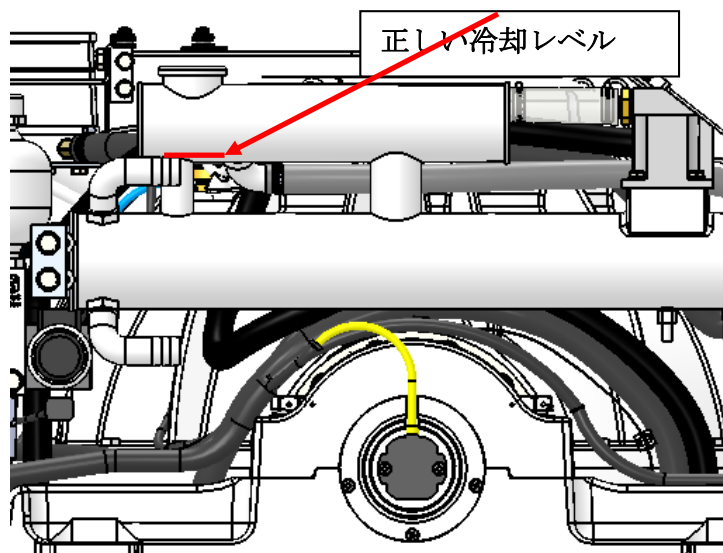

図 3 - SEAKEEPER 3DC の冷却液の量
- 3) 容器の上部の圧力キャップを外します[tab]。 図 3 のように、サーモスタットバルブとリザーバ間の透明チューブの上部まで混合物を注ぎます。 このレベルを超えてリザーバを充填しても損害が起きることはありませんが、冷却液の通常の熱膨張によってキャップ下の圧力開放口から飛び出すことがあります。
- 冷却回路を循環する流体でグリコールレベルを再確認してください。 図 3 のように、リザーバ内部を見て、冷却液のレベルがリザーバの上部ポートより上にあることを確認します。キャップを交換します。